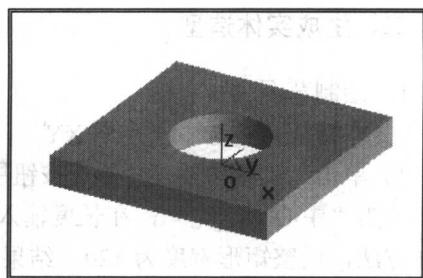

图 0-7 拉伸实体
- ③ 在“深度”输入框内双击左键，键入 15，单击“确定”按钮，在绘图区中出现拉伸特征实体造型，如图 0-7 所示。